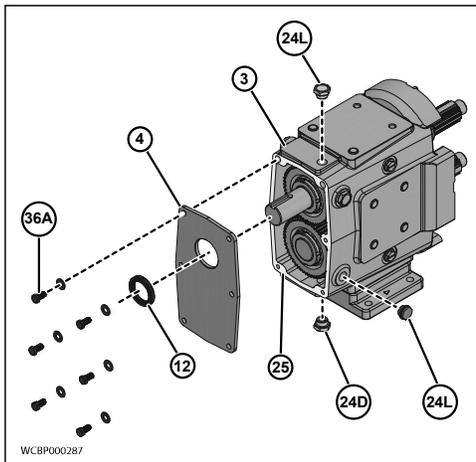

Ilustración 68 - Retirar la cubierta de la caja de engranajes
1. Retire el tapón de drenaje de aceite (Ilustración 68, elemento 24D) y drene el aceite.
2. Retire los tornillos de cabeza de la caja de engranajes (Ilustración 68, pos. 33A).